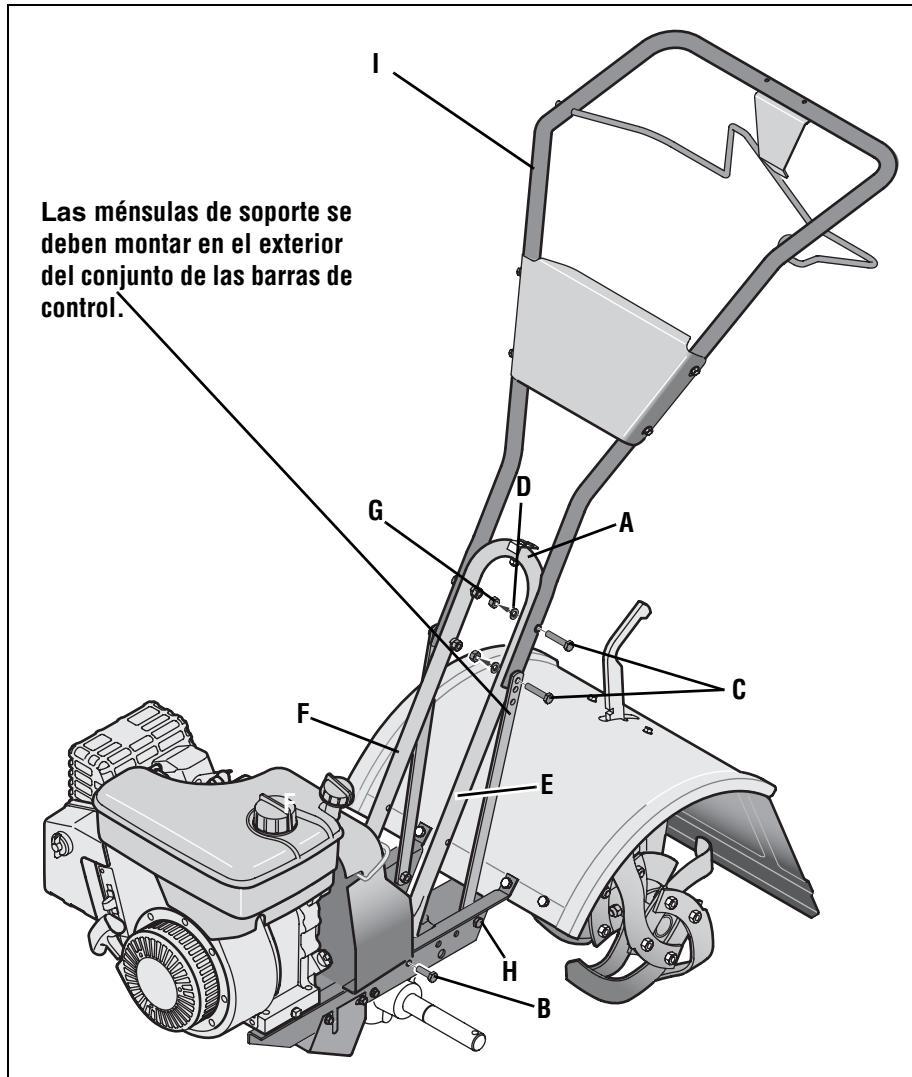

Fig. 2.2: Una la barra de control.
2. Con dos tornillos de 5/16"-18 x 1-1/2" (C), arandelas de seguridad hendidas de 5/16" (D) y tuercas hexagonales de 5/16"-18 (G), una el soporte de las barras de control, sin ajustar, (A) usando los orificios superiores. Apriete los dos tornillos con firmeza.
3. Hay tres orificios de ajuste de la altura en las dos ménsulas de soporte de las barras de control (E y F, Fig. 2-2). Use una configuración que posicione las barras de control aproximadamente al nivel de la cintura cuando los dientes se encuentran aproximadamente 3"-4" dentro del suelo. Una las ménsulas de soporte, sin ajustar, al exterior del conjunto de las barras de control (I) usando dos tornillos de 5/16"-18 x 1-1/2" (G), arandelas de seguridad hendidas de 5/16" (D) y tuercas hexagonales de 5/16"-18 (G). NOTA: Si una ménsula de soporte no se mueve, afloje el tornillo (H) y la tuerca de sujeción.